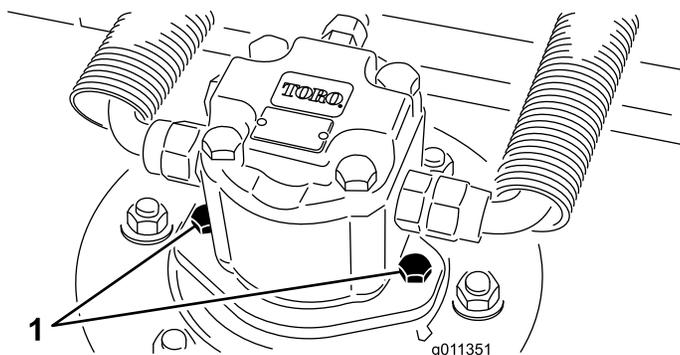

Bild 84
2. Klemmen Sie den Hydraulikmotor vom Mähwerk ab und entfernen ihn (Bild 84). Decken Sie die Spindeloberseite ab, um einer Verunreinigung vorzubeugen.
4. Montieren Sie den Hydraulikmotor am Mähwerk (Bild 84) Stellen Sie sicher, dass sich der O-Ring unbeschädigt in seiner Position befindet.